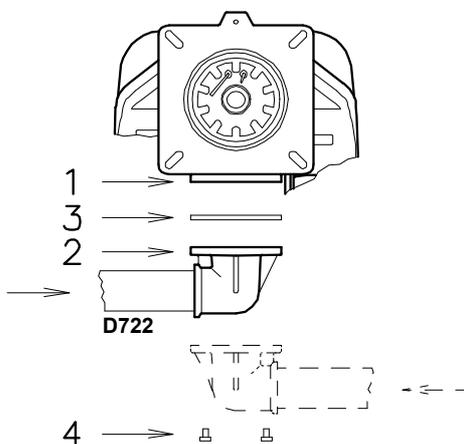

Abb. 28
- Die Gasstrecke wird mit dem Flansch 2), der Dichtung 3) und den Schrauben 4), die dem Brenner beiliegen, am Gasanschluss 1)(Abb. 28) angebracht.